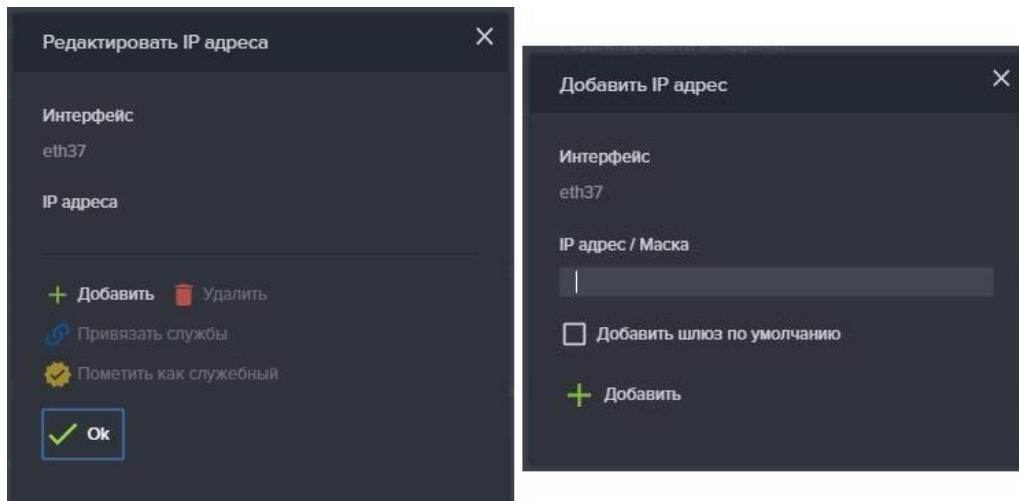

Рисунок 35. Окно редактирования IP адреса.
3. Нажмите кнопку «Редактировать адреса», откроется окно «Редактировать IP адреса» (см. Рисунок 35);